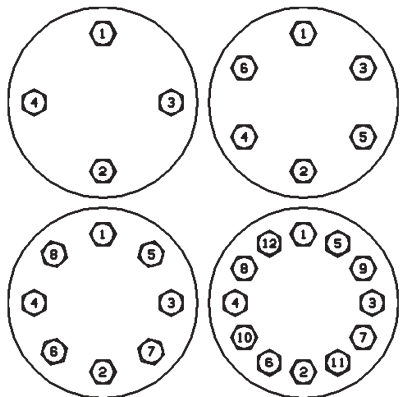

Bild 8: Åtdragningssekvens
1. Smörj gängorna på ventilhusets bultar (6) och lagerytorna på husets muttrar (7).
2. Montera husets muttrar (7) på bultarna (6) manuellt och dra åt jämnt för hand så att de interna delarna hålls på plats. Kåpans yta eller fläns ska ligga parallellt mot övre ytan av ventilhuset.
3. Dra åt husets muttrar (7) jämnt genom att använda åtdragningsmoment enligt stegen och sekvenserna som beskrivs i tabell 2 och bild 8.